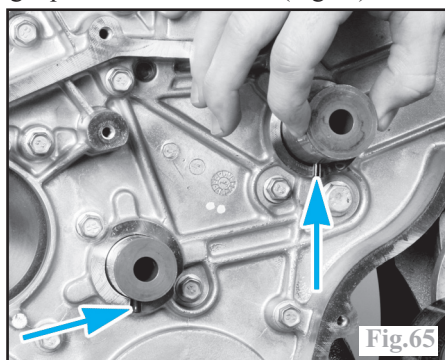

Fig.65
-huiler les alésages et les arbres intermédiaires, puis reposer ces derniers (avec leur rondelle d'appui) en positionnant leur goupille dans la rainures (Fig.65).